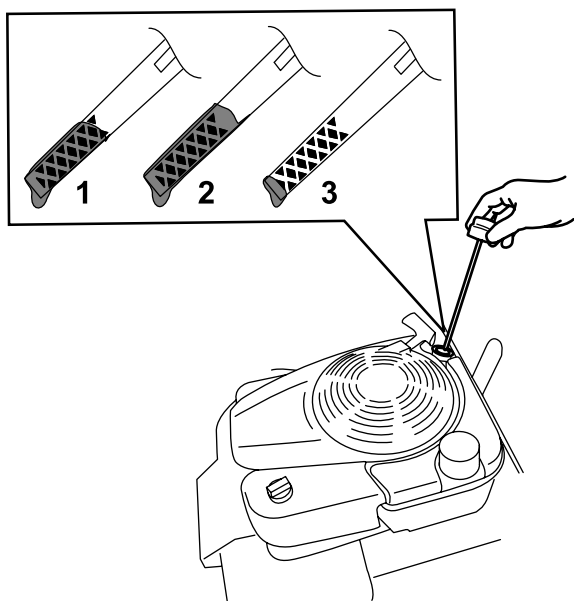

Figura 14
2. Girate il tappo in senso antiorario ed estraete l'asta di livello (Figura 14).
5. Controllate il livello dell'olio sull'asta (**Figura 14**).
- Se il livello di olio dell'asta è troppo basso (**Figura 14**), versate con cura una piccola quantità di olio detergente SAE 30 o SAE 10W-30 nel tubo di riempimento dell'olio, attendete 3 minuti e ripetete gli step da **3** a **5** finché il livello dell'olio sull'asta non risulta corretto. Per il tipo di olio, fate riferimento a **Cambio dell'olio motore (pagina 20)**.
- Se il livello dell'olio sull'asta è troppo alto (**Figura 14**), drenate l'olio in eccesso finché il livello dell'olio sull'asta non risulta corretto; fate riferimento a **Cambio dell'olio motore (pagina 20)**.